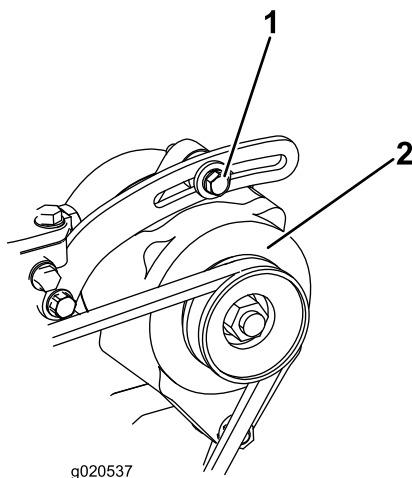

Figure 96
1. Si vous n'obtenez pas une flèche de 10 mm, desserrez les boulons de fixation de l'alternateur (Figure 96).